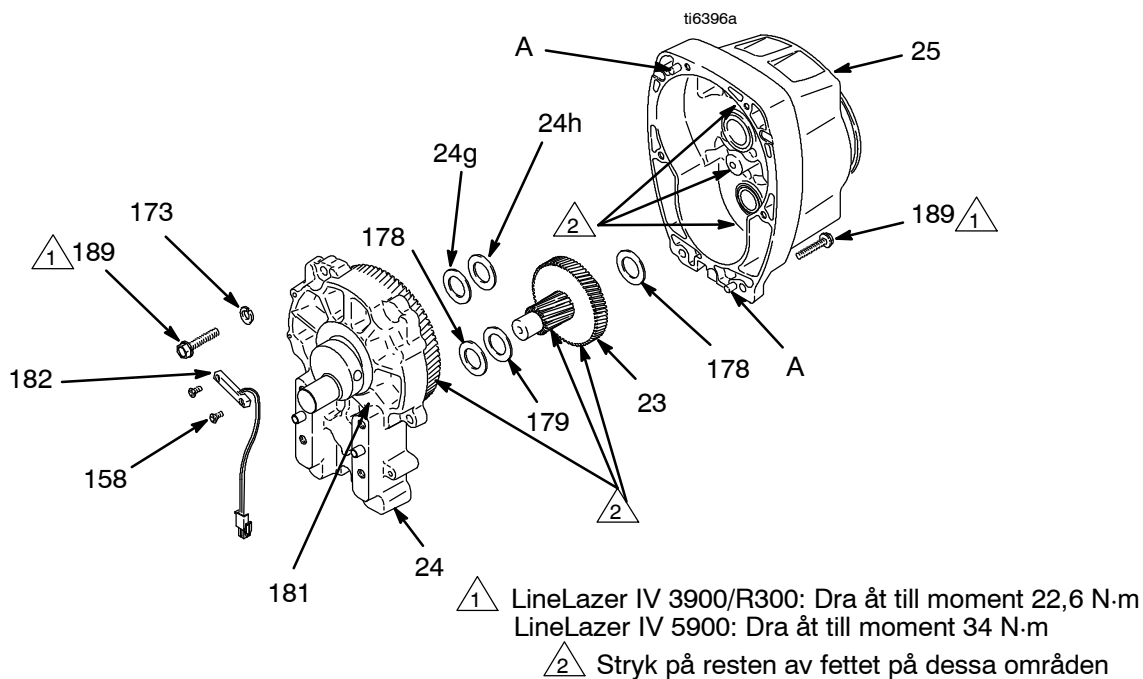

Fig. 3
2. Fig. 3. Ta bort lagerhuset. Följ proceduren i avsnittet **Lagerhus och vevstake** på sidan 11.
3. Skruva bort två skruvar (158) och tungrelät (182).
4. Skruva bort sex skruvar (189) från pinjonghuset (25).
5. Knacka försiktigt runt om växelhuset (24) så att det lossnar. Dra växelhuset rakt av pinjonghuset. Var beredd att ta emot kombinationsdrevet (23) som kan följa med ut.
1. Stryk på rikligt med fett (följer med det nya drevet) på kuggarna (23) och de områden som anges i anm. 2.
2. Sätt på den bronsfärgade brickan (24g) på axeln som sticker ut från den stora axeln på växelhuset (24). Sätt på den silverfärgade brickan (24h) på pinjonghuset. Rengör passytorna på pinjong- och växelhús. Passa in kugghjul och tryck på det nya växelhuset rakt på pinjonghuset och styrstiften (A).
3. Montera sex skruvar (189). Dra åt jämnt till moment enligt anm. 1 i Fig. 3.
4. Montera tungrelät (182) med två skruvar (158).